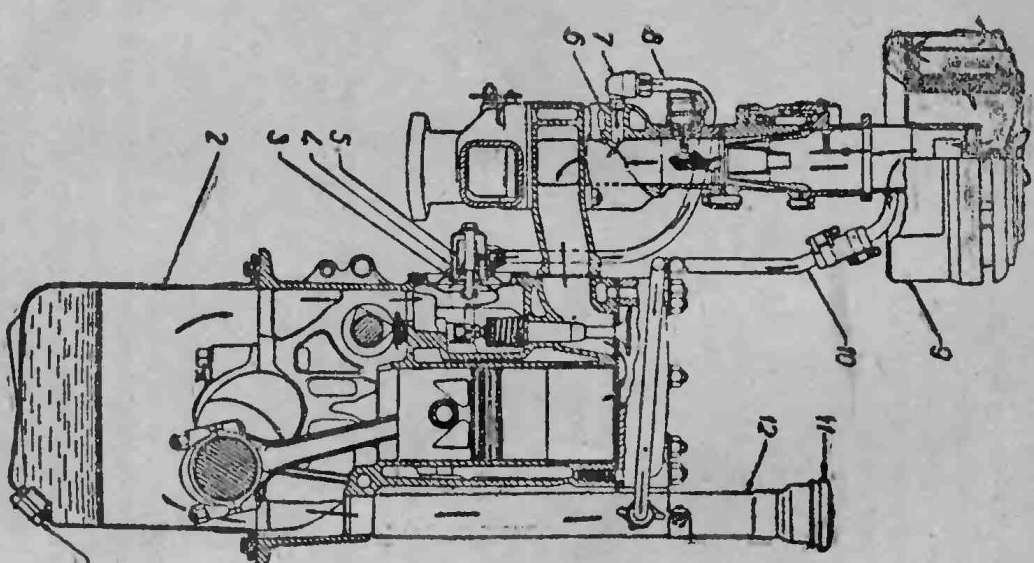

Рис. 8. Схема вентиляции картера двигателя.
**Вентиляция картера**—принудительная, действующая за счет разности разрежений в воздушной смеси и всасывающей трубе (рис. 8). Назначение ее заключается в уменьшении разжижения масла попадающим в картер топливом и отводе из картера выходящих газов, прорывающихся туда через неплотности поршневых колец. Последние особенно вредны потому, что в них содержится в паровобразном состоянии вода и сернистый газ, переходящий после конденсации паров воды в сернистую, а потом в серную кислоту, подающую вместе с маслом на стенки форашные поверхности деталей и разбрызгивающую их.